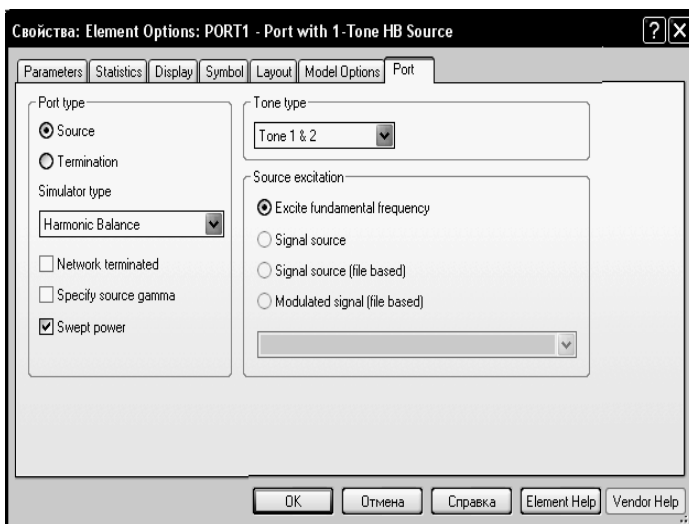

Рис. 3.28
1. В активном окне схемы **Two Tone Amp** дважды щёлкните левой кнопкой мышки по элементу **PORT1**. Откроется диалоговое окно **Element Options** (Рис. 3.28).